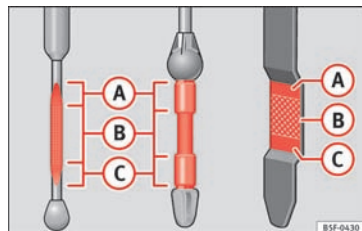

Fig. 234 Oliepind
– Træk derefter oliepinden op igen, og aflæs oliestanden » **Fig. 234**. Fyld om nødvendigt mere motorolie på.